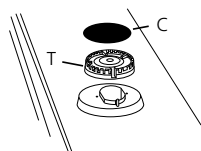
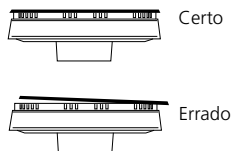

Fig. 5
Fig. 6
- Para a limpeza dos queimadores “T”, espalhadores de chama “C” - (fig. 5) e a trempe (grelha) utilizar um pano ou uma esponja macia com detergente, sabão neutro ou desengordurantes. Antes de recolocá-los no seu lugar, enxugue-os bem e verifique se todos ficaram limpos e secos. Verifique se estão bem encaixados. (fig. 6). Acenda os queimadores e deixe-os ligados por aproximadamente 1 minuto para garantir a secagem completa.
- Ao remontar os queimadores e espalhadores de chama, após a limpeza, observar seus perfeitos encaixes (fig. 6).